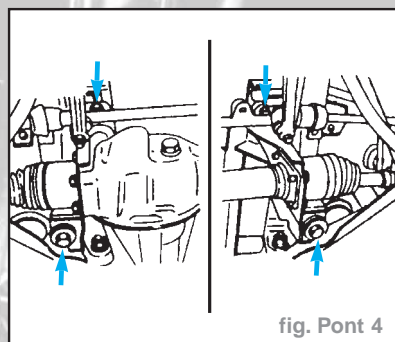

fig. Pont 4
- Déposer les attaches d'essieu du châssis (fig. pont 4) :